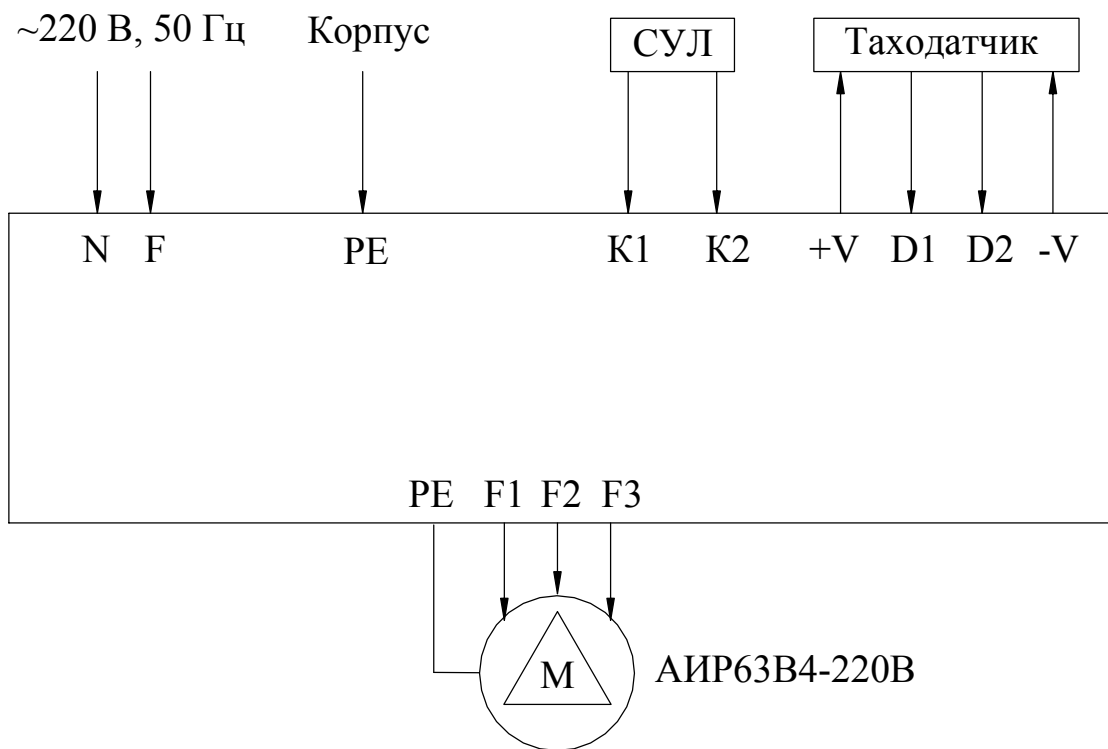
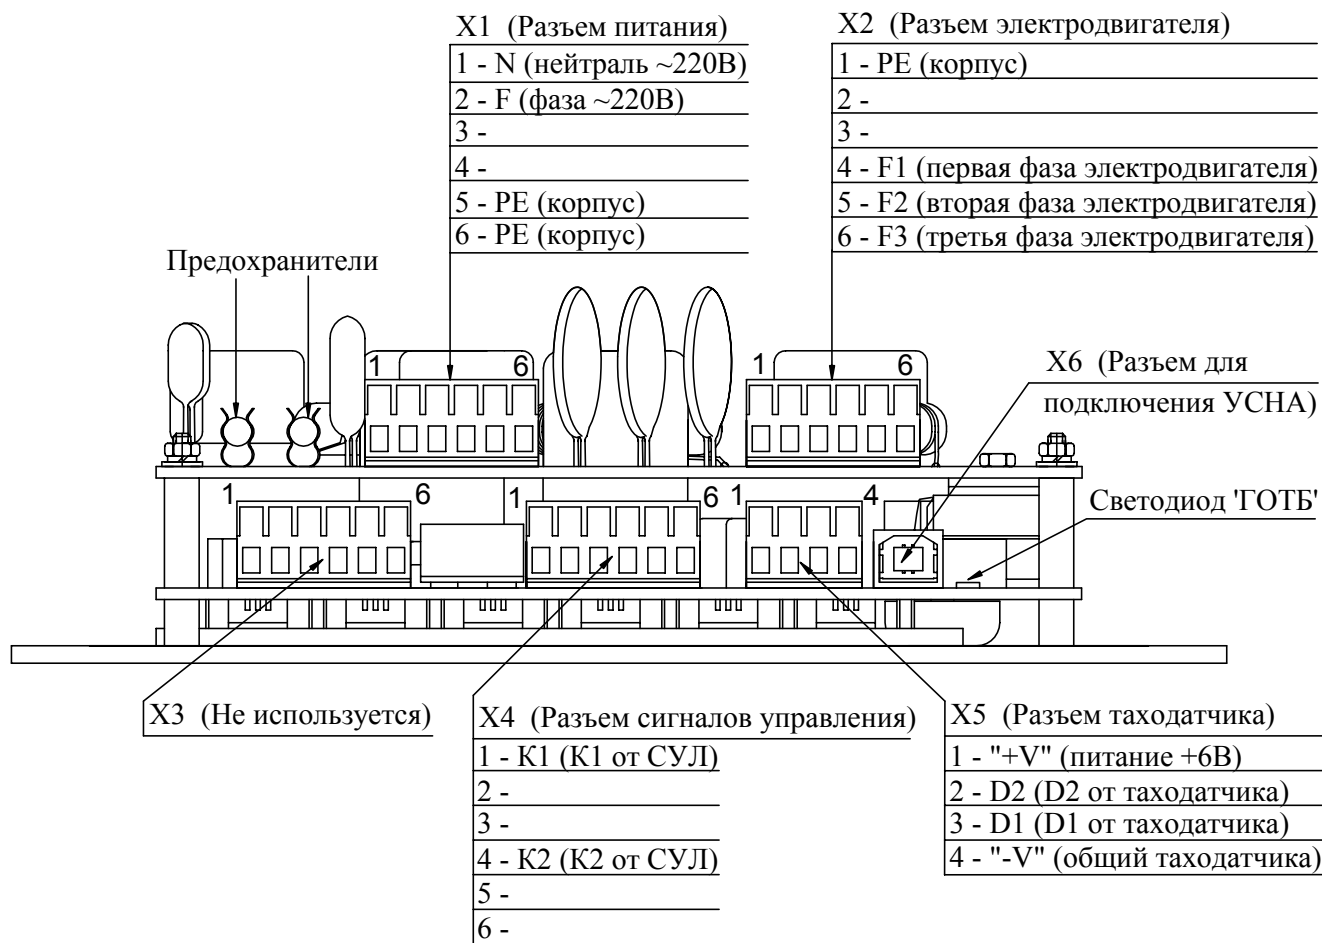

Рис.2. Блок-схема подключения внешних контактов БУАД-7-16.
Рис. 3. Схема подключения внешних контактов БУАД-7-16.
3.4.1. На **рис.2** показана блок-схема подключения внешних контактов *Устройства*. На **рис.3** показаны и подписаны отдельные контакты каждого из разъемов *Устройства*.
- логическая единица (1) сигнала означает, что данный сигнал подан, выдан, получен или включен;
- логический нуль (0) сигнала означает, что данный сигнал снят или выключен.
3.4.3. Внешние контакты для станции управления лифтов (СУЛ) (см. рис. 2, 3):
Узел подключения внешних коммуникаций состоит из набора кабельных выводов (**рис.1**), разъемов для подсоединения шин сетевого питания, цепей выходных напряжений для электродвигателя, цепей управления работой устройства, цепей подключения таходатчика (**рис.2, 3**), заглушки для разъема подключения устройства настройки УСНА, а также крышки, закрывающей разъемы *Устройства*.